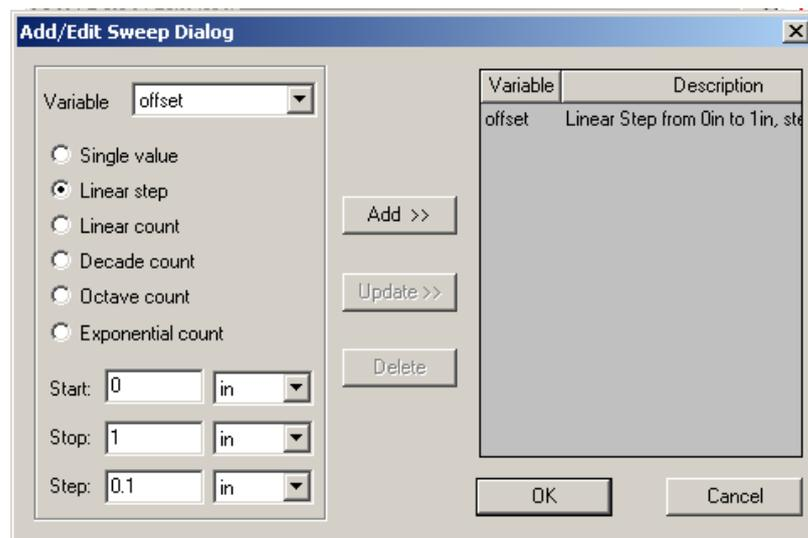

Рис. 7.2. Диалог редактирования параметров оптимизации
1. В закладке **Sweep Definitions**, нажмите **Add**. Появляется окно **Add/Edit Sweep** (рис. 7.2).
7. Щелкните **Add**. Появляется диалоговое окно, показанное на рис. 7.2.
8. Щелкните **OK**. Вы возвращаетесь к диалоговому окну **Setup Sweep Analysis** (рис. 7.2). Кроме равномерного шага в диапазоне изменения, можно выбрать разбиение на заданное количество шагов (**Linear count**), логарифмический масштаб изменения диапазона (**Exponential count**).